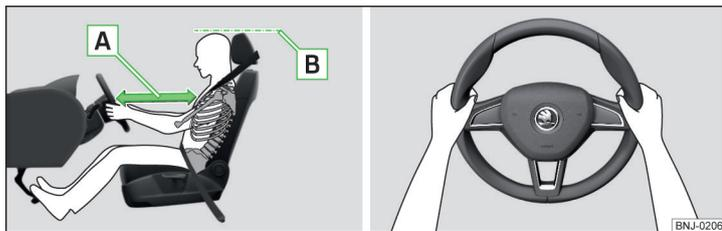

Fig. 2 Position assise correcte du conducteur/position correcte du volant
- ✓ Ajustez le volant de façon que la distance **A** entre le volant et le buste soit de 25 cm au moins » fig. 2.
- ✓ Réglez l'appuie-tête de façon à ce que le bord supérieur de l'appuie-tête se trouve au moins à la hauteur de la partie supérieure de votre tête **B** » fig. 2 (ne concerne pas les sièges avec des appuie-têtes intégrés).
- Pendant la conduite, maintenez le volant latéralement des deux mains sur le bord extérieur dans les positions « 9 » et « 3 » heures » fig. 2. Ne jamais tenir le volant en position « midi » ou de toute autre manière (par exemple au milieu du volant ou par la partie interne). En cas de déclenchement de l'airbag du conducteur, cela risque de provoquer de graves blessures aux bras, aux mains et à la tête.
- ✓ Réglez l'appui-tête de façon à ce que le bord supérieur de l'appui-tête se trouve au moins à la hauteur de la partie supérieure de votre tête **B** » fig. 2 à la page 9 (ne concerne pas les sièges avec des appui-têtes intégrés).
- ✓ Réglez l'appuie-tête de façon à ce que le bord supérieur de l'appuie-tête se trouve le plus possible à la hauteur de la partie supérieure de la tête **B** » fig. 2 à la page 9.